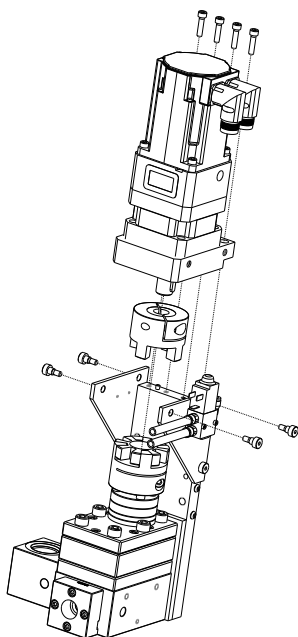

FIG. 20
3. Coloque el servomotor, el cabezal de engranajes y la placa superior en el conjunto de la bomba. Consulte la FIG. 20.